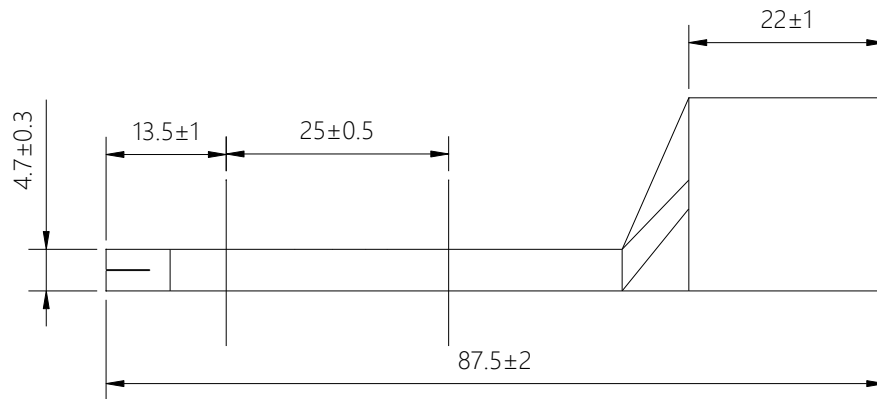

图1-11 双孔 OT 端子尺寸示意图
3. 电缆两端均使用双孔 OT 端子，两个螺栓均需要紧固牢靠，双孔 OT 端子如图 1-11 所示。